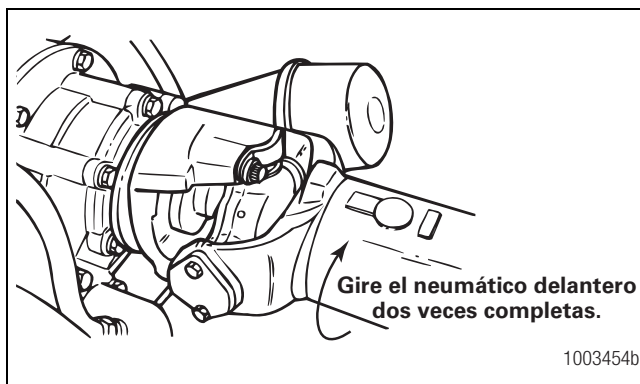

Figura 4.17
6. Gire a mano el eje motriz delantero en una dirección, hasta que el neumático delantero complete dos giros. Figura 4.17. El neumático delantero debe girar sólo dos veces. Si el neumático delantero gira más o menos de dos veces, las mediciones de ángulos que se hacen en el Paso 7 serán inexactas.